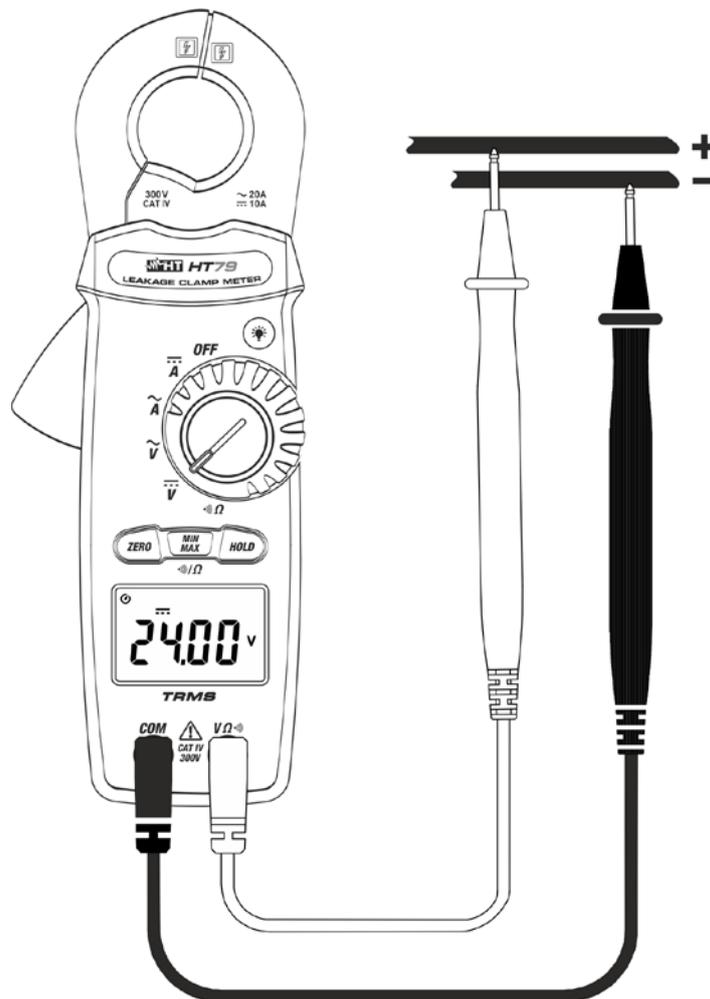

Abb. 4: Verwendung des Gerätes für Gleichspannungsmessung
3. Verbinden Sie die Messleitungen mit den gewünschten Messpunkten des zu messenden Kreises (siehe Fig. 4). Der Spannungswert erscheint auf dem Display.